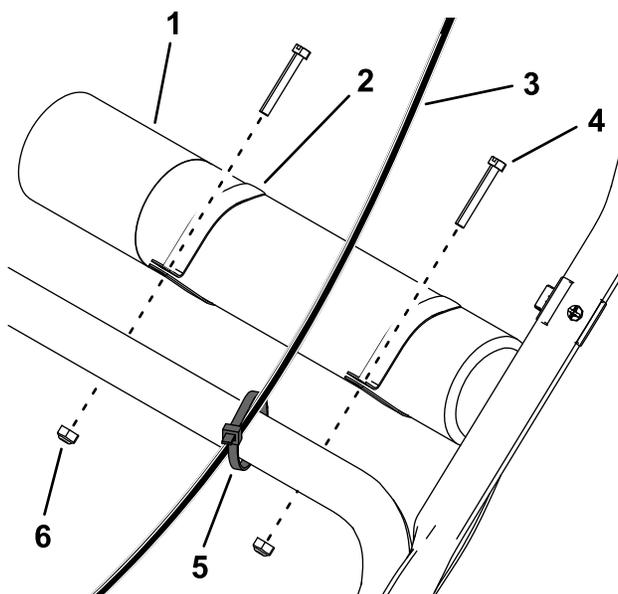

**Рисунок 4**
1. Установите трубки верхней рукоятки на нижнюю рукоятку и скобы при помощи 2 болтов рукоятки и 2 гаек (5/16 дюйма) с обеих сторон машины (**Рисунок 4**).